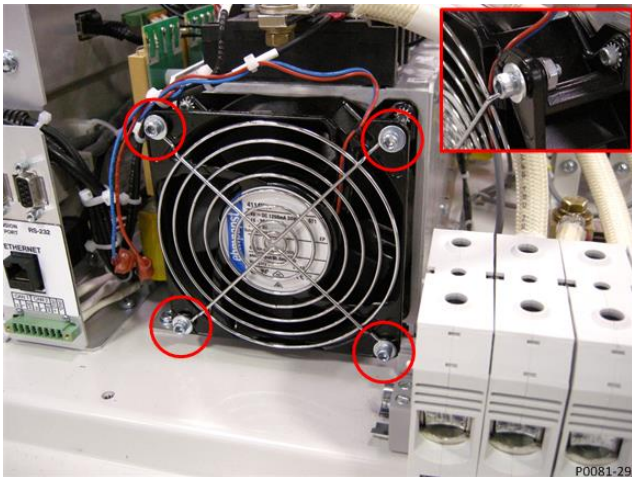

图 4. 风扇罩紧固件位置
- 使用 9/64" 六角扳手和 11/32" 开口扳手卸掉 4 个固定风扇罩的螺丝和螺栓。保留紧固件和风扇罩后用。见图 4。